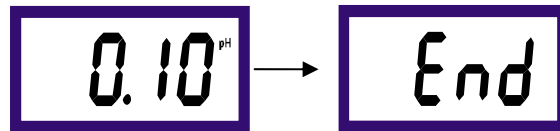

图 7-17
2、按 键或 键将数值调至控制所需的数值，然后按 OK 键确认，仪表显示迟滞量调节结束。显示如图 7-17 所示：